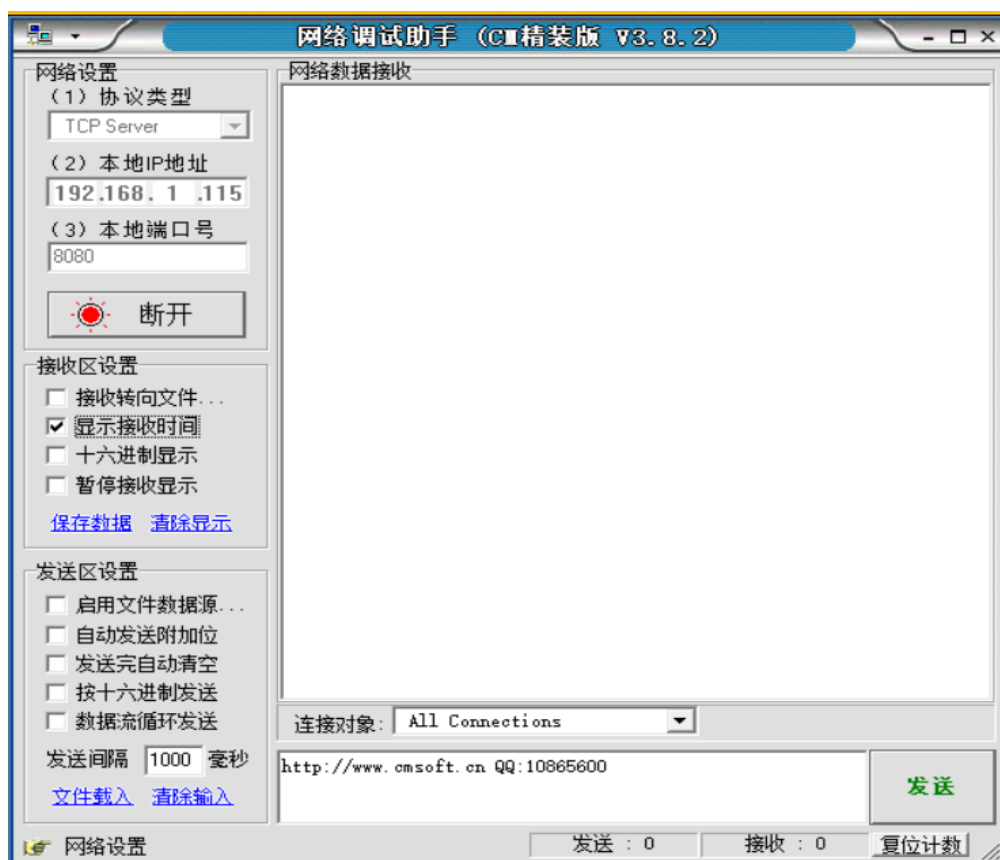

图 2.2.7.1 网络调试助手设置 TCP Server
- 5) 在电脑上面使用网络调试助手，创建一个 server，如图 2.2.7.1